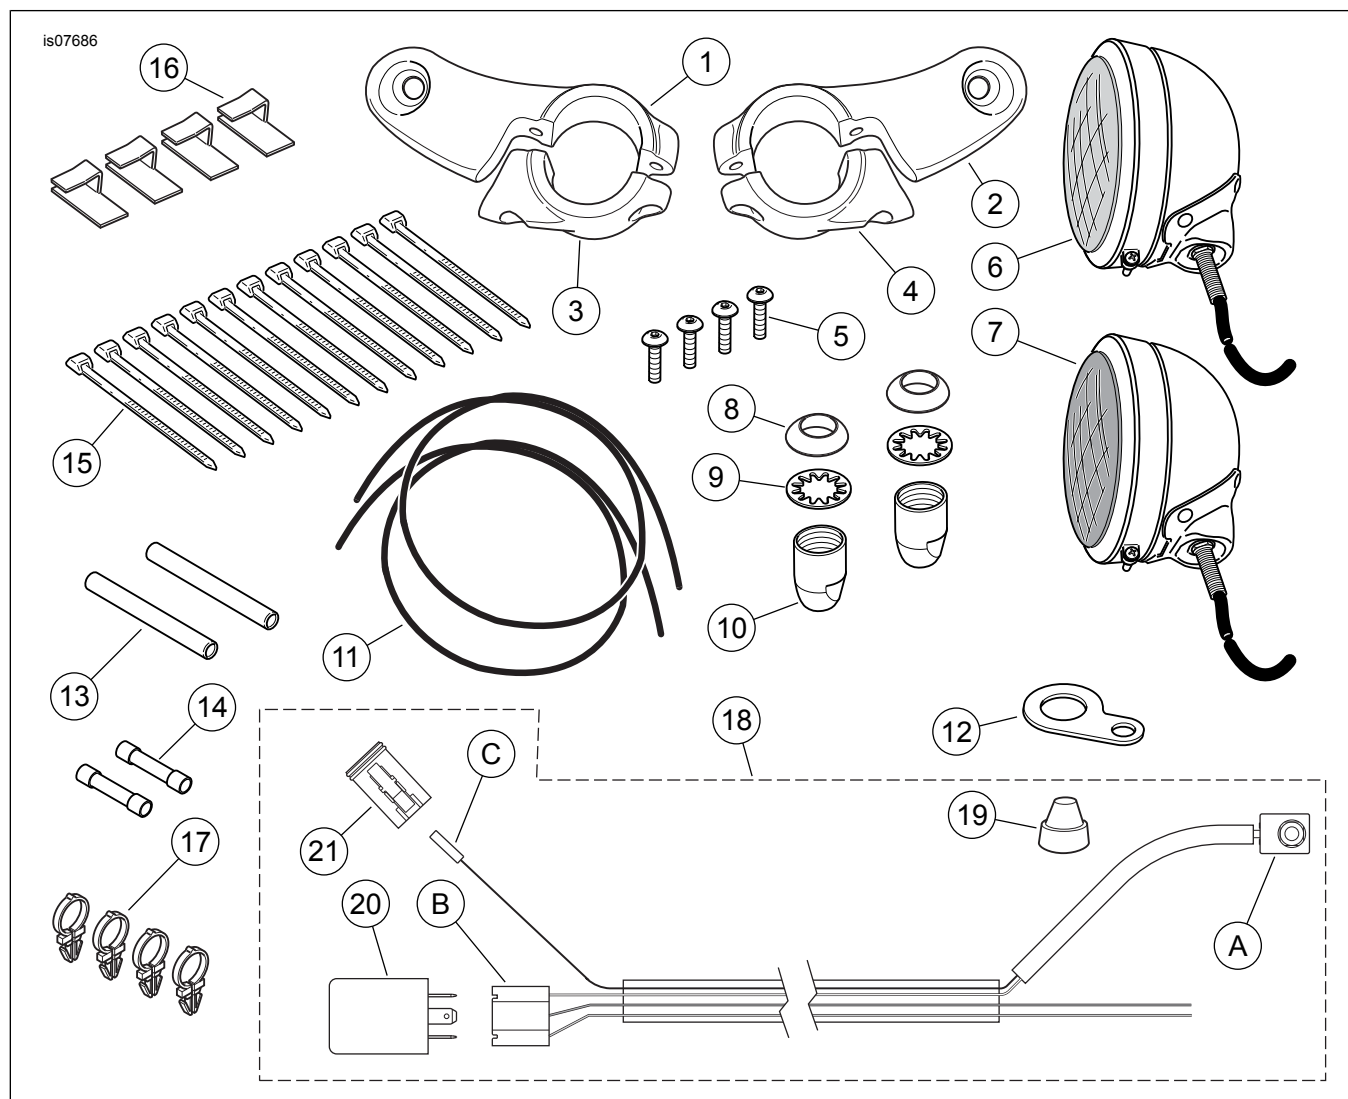

Figura 5. Peças de reposição, Kit de lâmpadas de emergência Police
Veja Figura 5 e Tabela 1.
5. Veja Figura 5. Instale o chicote de fios (18). Coloque o pisca (20) na abertura abaixo do tanque de combustível e oriente a haste longa do chicote para frente, ao longo do eixo central da estrutura dentro do suporte plástico de fios.
11. Fixe a perna do interruptor da lâmpada do chicote de fios no guidom com os **novos** prendedores de chicotes de fios ( Figura 5, item 17) na medida do necessário. Encaixe os prendedores nos furos do guidom.
18. Deslize a tubulação termorretrátil (1) afastando-a da emenda. Use o dispositivo de calor por radiação para aquecer os conectores de emenda selada crimpados (3). Aplique calor do centro do crimp para fora em cada extremidade, até que o material de vedação fundível saia em ambas as extremidades do conector. Deixe o conector esfriar.
19. Deslize a tubulação termorretrátil (1) sobre a emenda. Usando o dispositivo de calor por radiação, aqueça a tubulação termorretrátil para encapsular a conexão de emenda selada. Aplique calor a partir do centro da crimpagem para as extremidades.
20. Veja Figura 5. Fixe os fios no suporte inferior da direção usando as presilhas traseiras adesivas (16) do kit.